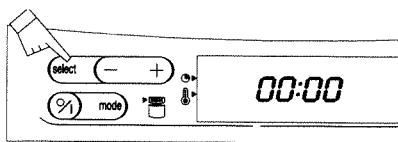
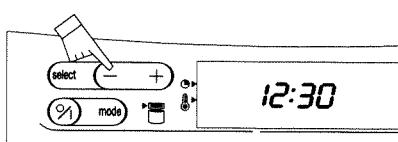

Fig. 3
Fig. 4
3. Modifiez la température (de 5°C en 5°C), si nécessaire, en appuyant sur la touche 1 fois (fig. 3) et sur les touches + (fig. 4).